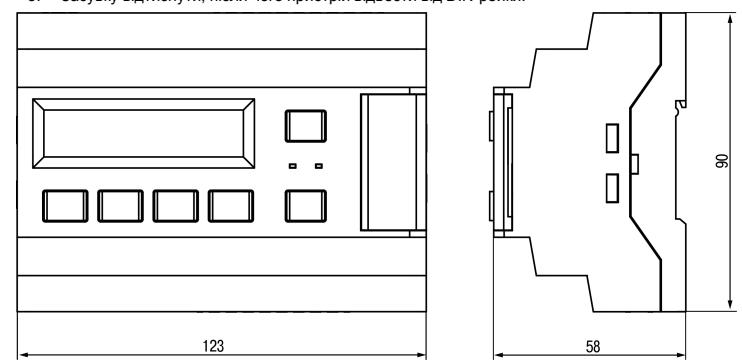

Рисунок 2 – Габаритний кресленик пристрію
- Підготувати на DIN-рейці місце для встановлення пристрою відповідно до розмірів пристрою (див. рисунок 2).